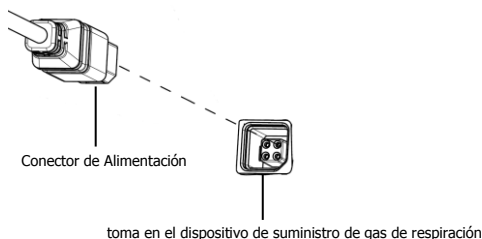

Fig. 6-1
- (1) Desembale y saque el producto.
- (2) Conecte el puerto del extremo de la máquina del Heated Tubing y el dispositivo de suministro de gas de respiración.
- (3) Conecte el conector de alimentación del Heated Tubing y el enchufe del dispositivo de suministro de gas de respiración como se muestra en la Fig. 6-1.